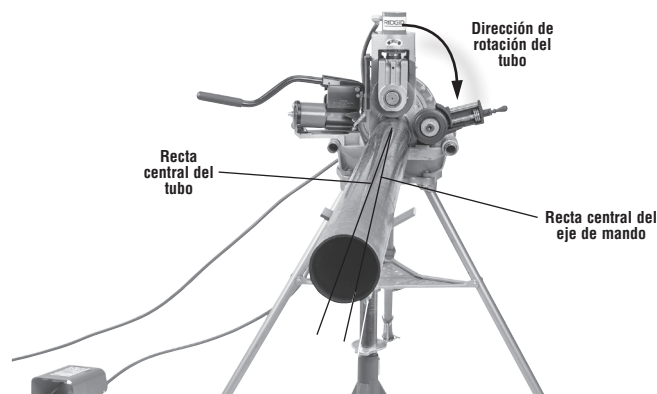

Figura 2 – Desvío del tubo en ½ grado hacia el operario (exagerado en la imagen para mayor claridad)
- Desvíe levemente el tubo y los soportatubos hacia el operario, en aproximadamente medio grado (aproximadamente 1 pulgada lateral a los 10 pies medidos desde la ranuradora a rodillos). El alineamiento correcto del tubo y la ranuradora a rodillos ayuda asegurar el trayecto correcto de la ranura en el tubo durante la operación (vea la Figura 2). Este es el descentrado correcto para ranurar con el conmutador de la máquina en el ajuste REV, y funciona con el estabilizador.